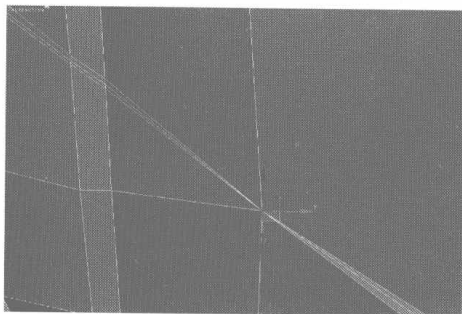
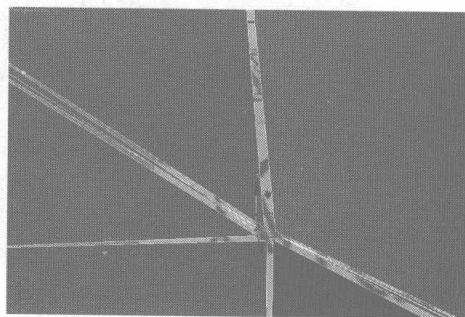
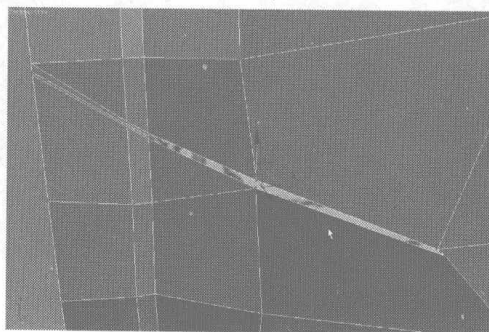

图 7.71
图 7.72
图 7.73
- 33** 选择图 7.71 中的节点，单击 **Break** 按钮，将节点分开，如图 7.72 所示。然后选择中间的节点，按 Delete 键删除，如图 7.73 所示。